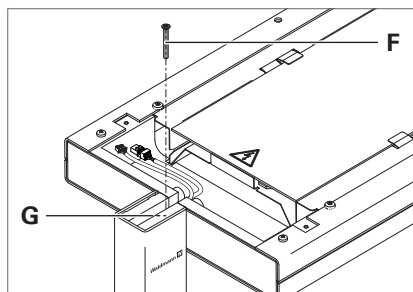

Fig. 3: Fissaggio della testa dell'apparecchio d'illuminazione.
- Avvitare la vite **F** nel foro **G** nel braccio di supporto e stringere la vite, vedi Fig. 3.